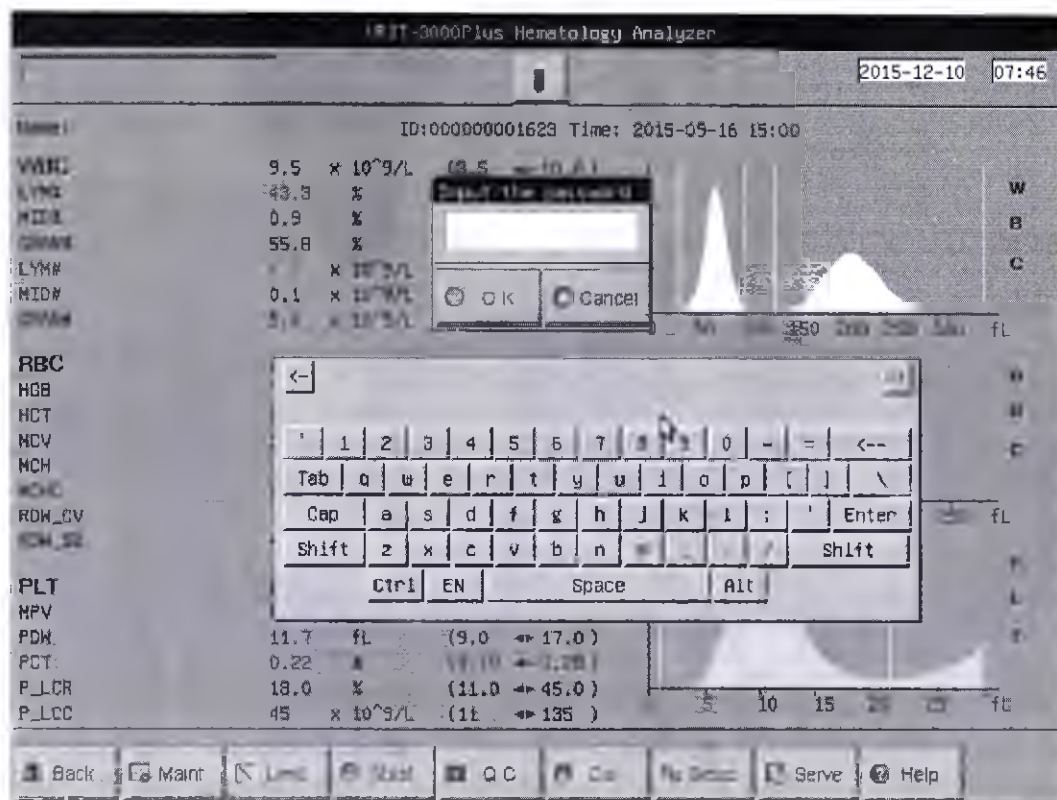

Рисунок 4-11 Сервис
- 3) Когда курсор выведен на экран Сервис, нажмите «OK» для сохранения, или нажмите «Back» для отмены и выхода. См. Рисунок 4-11.